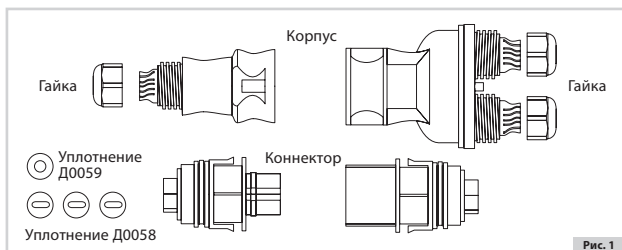

Рис. 1
4.2. Открутить три гайки (см. рисунок 1), удалить уплотнения черного цвета.